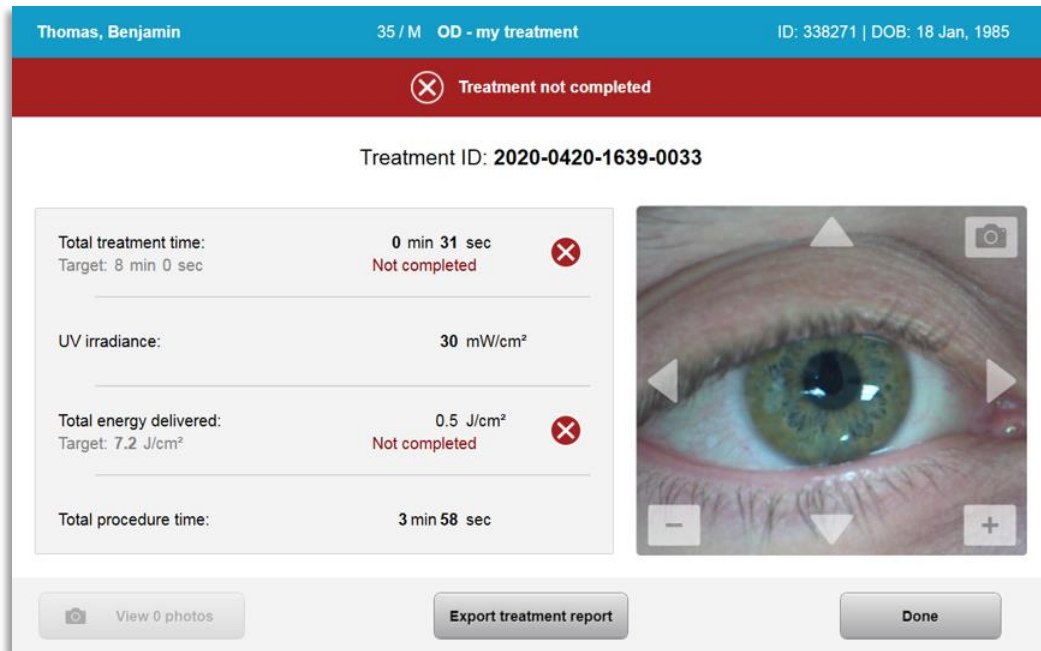

Figura 3-30. Treatment not completed
- Le informazioni relative al trattamento parziale verranno visualizzate come mostrato nella Figura 3-30.